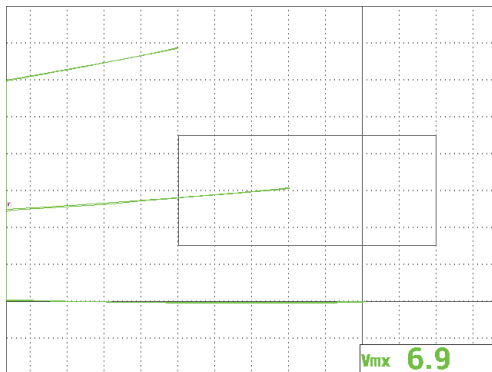

図 5-81 試料の合否を判断するための信号位置の使用
14. 各種の導電率試料にプローブを配置し、信号を垂直位置を評価して試料の合否を判断します (188 ページの図 5-81 を参照)。信号の先端の垂直位置 (縦方向) は合否に使用される導電率値を示し、その水平位置はリフトオフを示します。